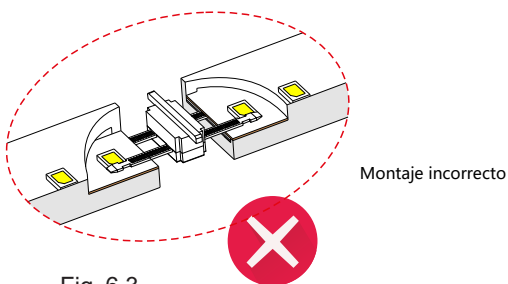

Fig. 6.3
- Fig. 6.3 — No inserte los 4 pines en la superficie de la PCB, lo que provocaría un cortocircuito y quemaría todo el rollo de tira, pudiendo provocar un incendio.